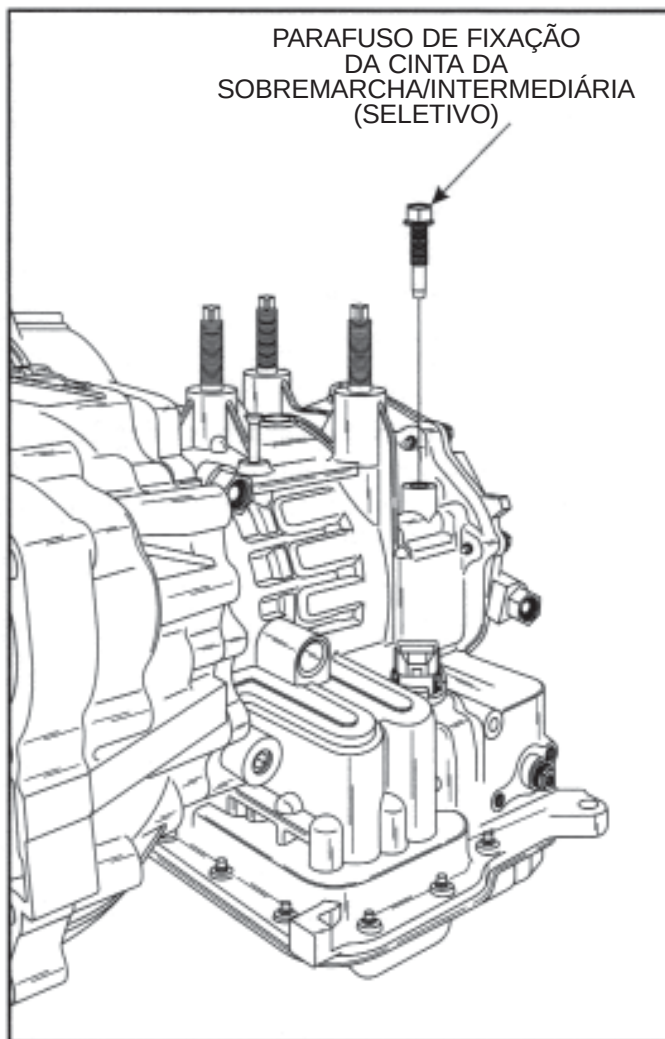

Figura 24
7. Remova o parafuso de fixação da cinta da sobremarcha/intermediária, conforme ilustrado na Figura 24.